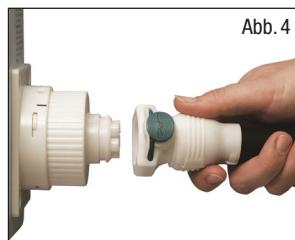

Abb. 4
- Schließen Sie den Luftzufuhrschauch des Kissens an den Adapter an und achten Sie darauf, dass die Ausrichtungsmarkierungen übereinstimmen (Abb. 4). Achten Sie darauf, dass dieser korrekt einrastet, da sonst Luft austreten kann.